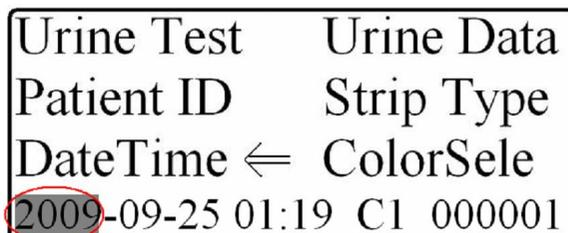

Fig. 13: Inserimento della data e dell'ora
3. l'anno si illuminerà (Fig. 13), utilizzare i bottoni della tastiera per aumentare o diminuire l'anno.